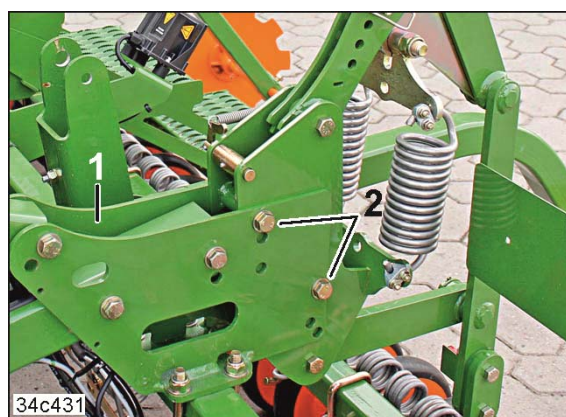

Fig. 236
Le logement (Fig. 236/1) sert à visser le recouvreur FlexiDoigts et le recouvreur à rouleaux.
- le recouvreur à rouleau avec deux vis (Fig. 236/2).